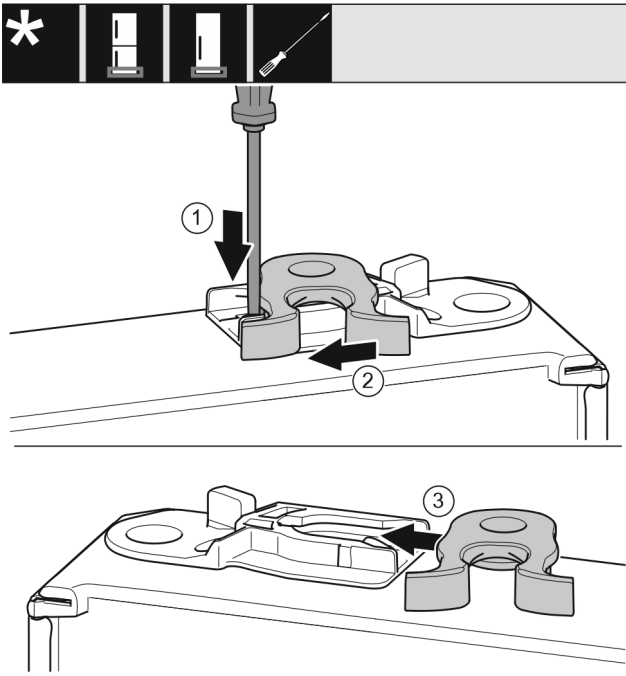

Fig. 16
- Paina kieleke alas uraruuvimeisselillä. Fig. 16 (1)
- Vedä sulkuhaka pois ohjaimesta. Fig. 16 (2)
- Työnnä sulkuhaka toisella puolella ohjaimeen. Fig. 16 (3)